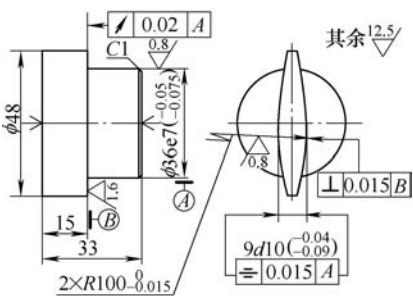

图1 工件
工件尺寸如图1所示。技术要
求：渗碳热处理后，硬度58～62HRC，渗层深度为0.8～1mm。该零件两侧 $R100_{-0.015}^{0.015}$ mm的尺寸公差、表面粗糙度值和形位公差如图1所示。该工件加工难点有4个：①如何保证两侧圆弧 $R100$ mm的公差。②如何控制两偏心圆弧厚度9mm的对称度公差